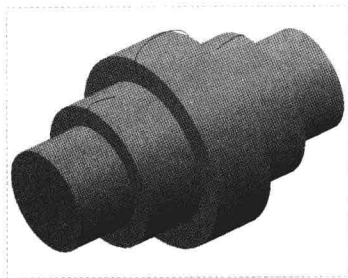

图 4-35 通过点创建基准曲线
Step 04 单击“应用并保存在工具中所做的所有更改，然后关闭工具操控板”按钮, 即可通过点创建基准曲线，如图 4-35 所示。